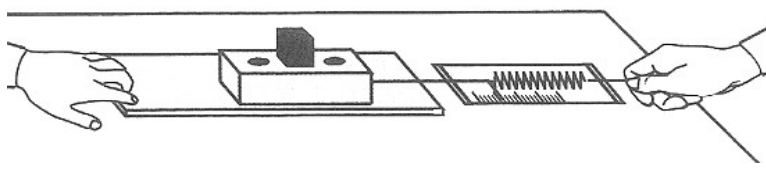

рис. 1
1. Положите брусок на горизонтально расположенную деревянную линейку. На брусок поставьте груз (рис.1).